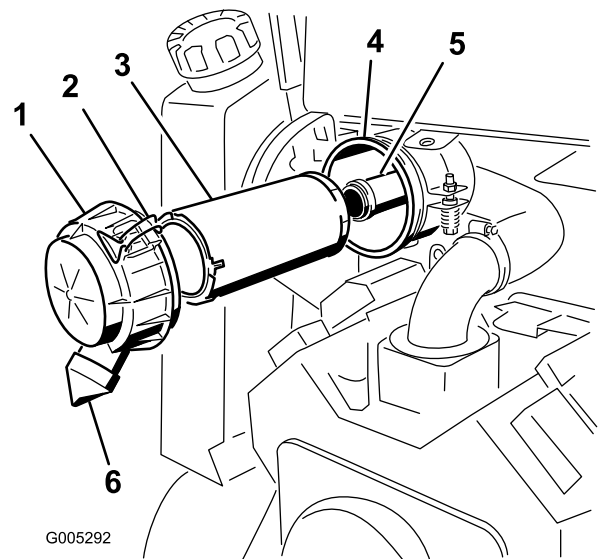

Figure 19
2. Ouvrez les dispositifs de verrouillage du filtre à air et enlevez le couvercle du corps du filtre (Figure 19).
- Sortez l'élément principal du corps du filtre avec précaution et mettez-le au rebut (Figure 19). Évitez de cogner l'élément à l'intérieur du corps.
- Si vous remplacez l'élément de sécurité, sortez-le avec précaution du corps du filtre et mettez-le au rebut (Figure 19). Évitez de cogner l'élément à l'intérieur du corps.
- Si vous remplacez l'élément de sécurité, glissez-le avec précaution dans le corps du filtre à air (Figure 19). Assurez-vous qu'il est bien engagé en appuyant fermement sur le rebord extérieur.
- Introduisez l'élément principal dans le corps du filtre avec précaution (Figure 19). Assurez-vous qu'il est bien engagé en appuyant fermement sur le rebord extérieur.
- Montez le couvercle, l'entretoise et fixez-les avec l'écrou du couvercle (Figure 19). Serrez l'écrou à 11 Nm (95 lb-po).
- Montez le couvercle du filtre à air avec la sortie caoutchouc en bas, à la position 5:00 à 7:00 (vue de l'extrémité) (Figure 19) et fixez-le avec les attaches.